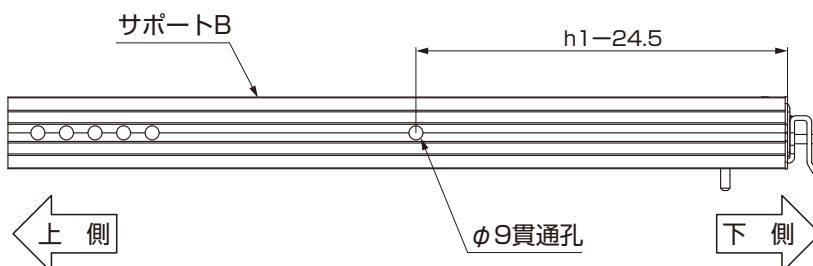

図5-5
- ① 上側の収納金具BにサポートAを取付けてください。
- ② 5-2 で加工した孔からG.L.までの寸法 $h1$ を測ってください。
- ③ サポートBにφ9の貫通孔をあけてください。(図5-5参照)